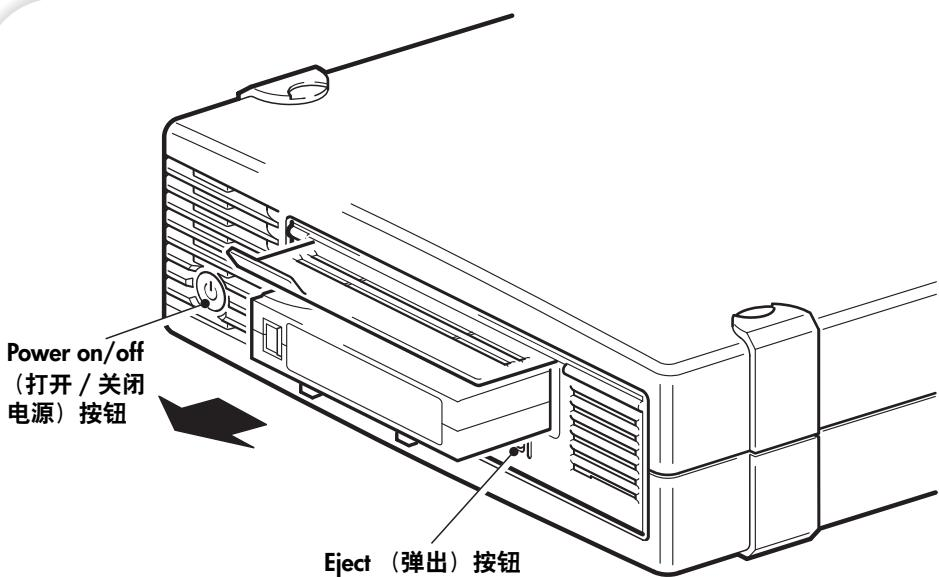

图 7b：退出盒式磁带
- 1 按下前面板上的“Eject”（弹出）按钮。（见图 7b。）